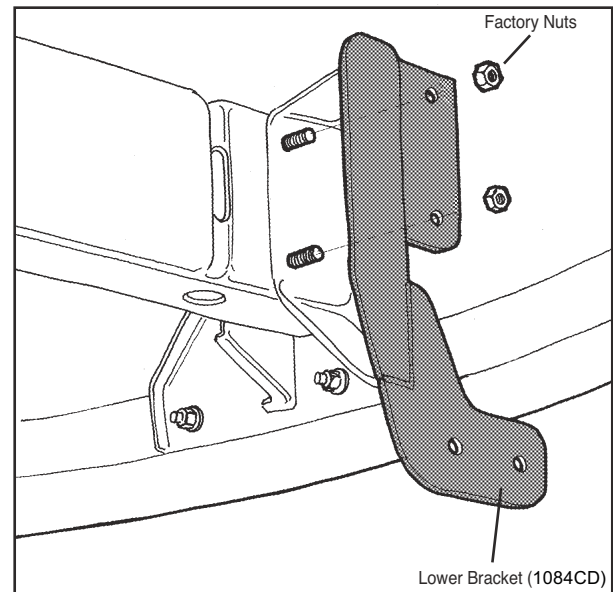
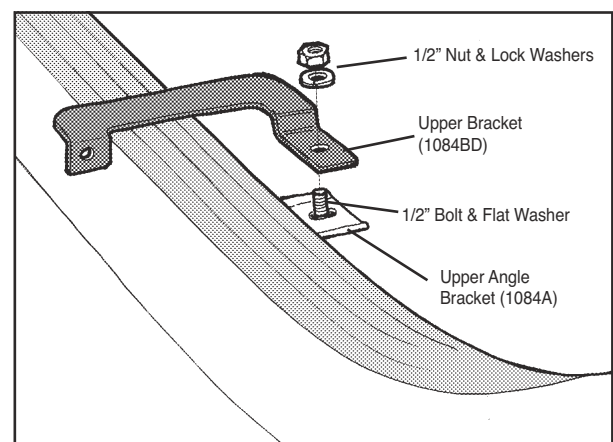

FIGURE 1
FIGURE 2
2) POSITION 1084CP LOWER BRACKET OVER THE FLANGE BOLTS, AND LOOSELY ATTACH THE BRACKET TO THE SIDE OF THE FRAME USING THE FACTORY NUTS. REPEAT THE ABOVE STEPS FOR THE PASSENGER SIDE. *FIGURE 1.*
4) OPEN THE HOOD, AND LOCATE ON THE BACK EDGE AT THE TOP OF THE BUMPER, THE NUTS AND BOLTS THAT CONNECT THE BUMPER TO THE BUMPER BRACKETS. REMOVE THE NUTS (1) PER SIDE CLOSEST TO THE CENTER OF THE VEHICLE.
5) ATTACH 1084A UPPER ANGLE BRACKETS TO THE BUMPER BRACKETS USING THE FACTORY NUTS. *FIGURE 2.*